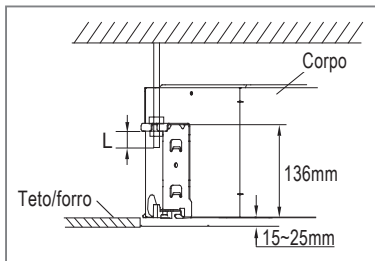

FIG. 14
- h) Ajuste a posição da unidade para garantir um espaçamento por igual entre os lados e o teto/forro. A parte inferior da unidade deve ter uma diferença de altura entre 15 mm e 25 mm (Fig. 14) em relação ao teto.